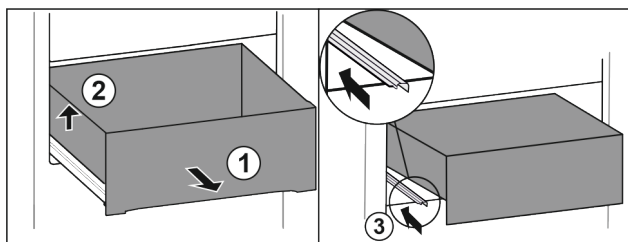

Fig. 89
- Vytiahnite zásuvku až na doraz. Fig. 89 (1)
- Nadvihnite zásuvku doľava. Fig. 89 (2)
- Zasuňte ľavú koľajničku. Fig. 89 (3)